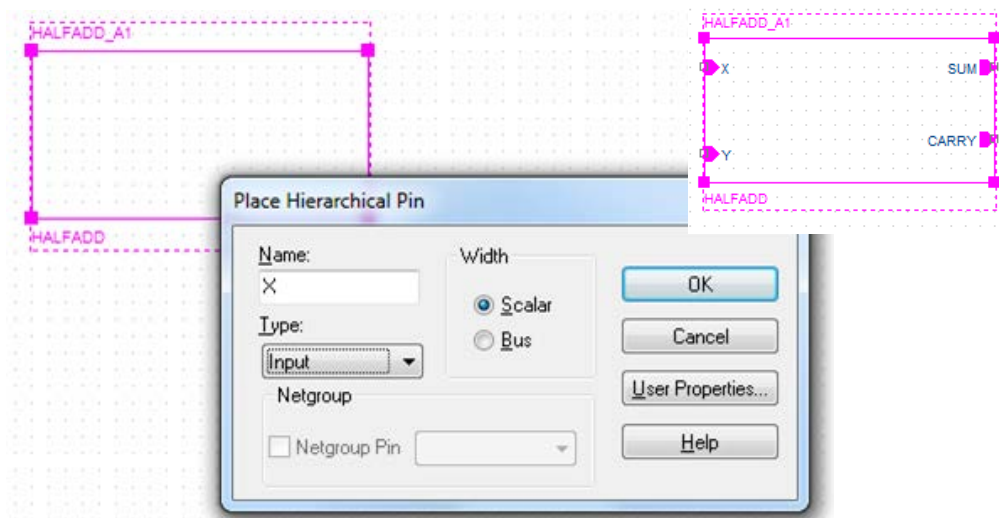

Рис. 18.23. Установка контактов блока
2.4. Выберите иерархический блок и затем из меню Place, выберите Hierarchical Pins (рис. 18.23).
2.6. Поместите пин, как показано на рис. 18.23. Аналогично добавьте пин Y и два выходных пина SUM и CARRY.